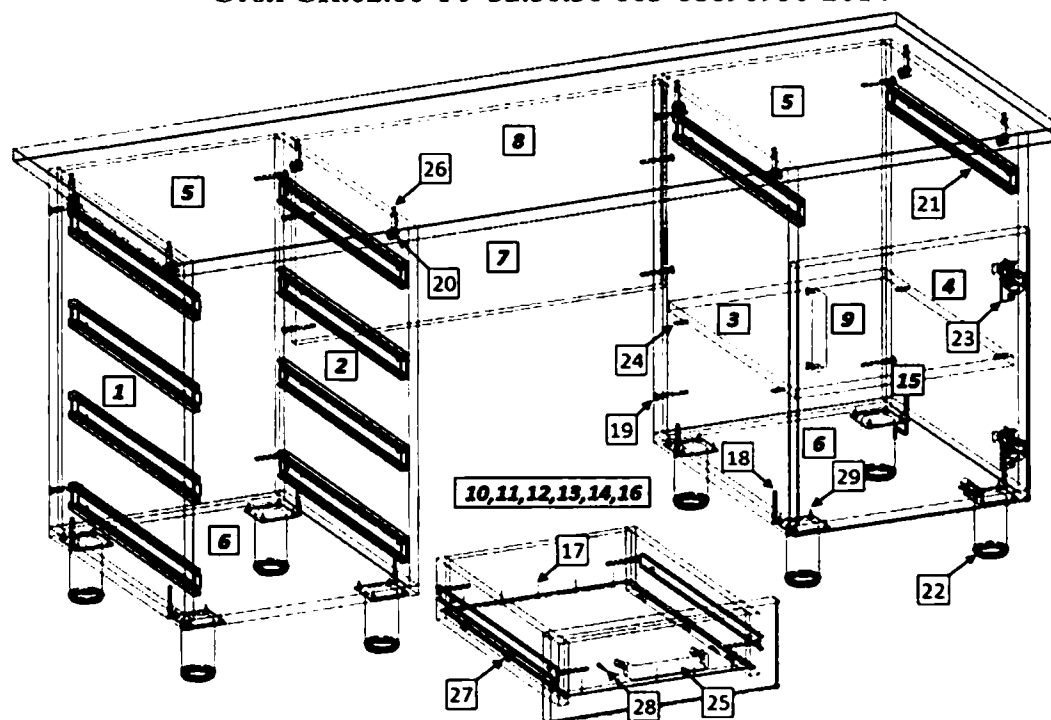

Рис. 1
1) Внимательно ознакомьтесь со схемой сборки, изображённой на рис. 1, сверяясь со спецификацией на изделие. Согласно схеме и спецификации определите расположение деталей в изделии и порядок их сборки. Сборка производится на ровном полу, укрытом материалом, предотвращающим повреждение покрытия пола и деталей мебели. В качестве такого материала возможно использовать упаковочный гофрокартон. Подготовьте необходимые для сборки инструменты – плоскую и крестовую отвёртки, молоток, рулетку или линейку, шуруповёрт.
2) На боковых стенках стола (1,2,3) установите цилиндрические части эксцентриковых стяжек (25) в предназначенные для них отверстия. На крышке стола (4) установите штоки эксцентриковых стяжек (25). На левой боковой стенке (1) установите регулируемые подпятники (22). На боковых стенках стола (2,3) шурупами 4×16 (27) закрепите J-образные части роликовых направляющих (19).
3) Евровинтами (16), как показано на рис.1, соедините боковые стенки стола (1,2,3) с вертикальными стенками (4,6). Евровинтами (16) закрепите к боковым стенкам стола (2,3) горизонтальную нижнюю стенку (5), при помощи шурупов 4×16 (27) установите на ней регулируемые опоры (20). Установите крышку (4) и затяните соединение. Затяжка соединения производится путём поворота эксцентриков до упора в направлении стрелки, выштампованной на корпусе стяжки. На видимые головки евровинтов (16) и эксцентриков (25) установите заглушки (17,18).
4) На двери (8) шурупами 4×16 (27) закрепите петли (21). Установите ручку (24). Дверь закрепите к боковой стенке тумбы шурупами (27). При необходимости отрегулируйте положение двери винтами петель. Установите полку (9) на полкодержатели (23).
5) Сборка ящиков. Евровинтами (16) соедините боковые стенки ящика (10) с передней (12) и задней (11) стенками. Дно ящика (14) закрепите к передней и задней стенке гвоздями (15). Установите роликами назад J-образные части направляющих (19) и закрепите их шурупами 4×16 (27). Шурупами 3.5×30 (26) закрепите фасад (13) к передней стенке ящика (12). Установите ручку (24). Установите собранный ящик в корпус стола.